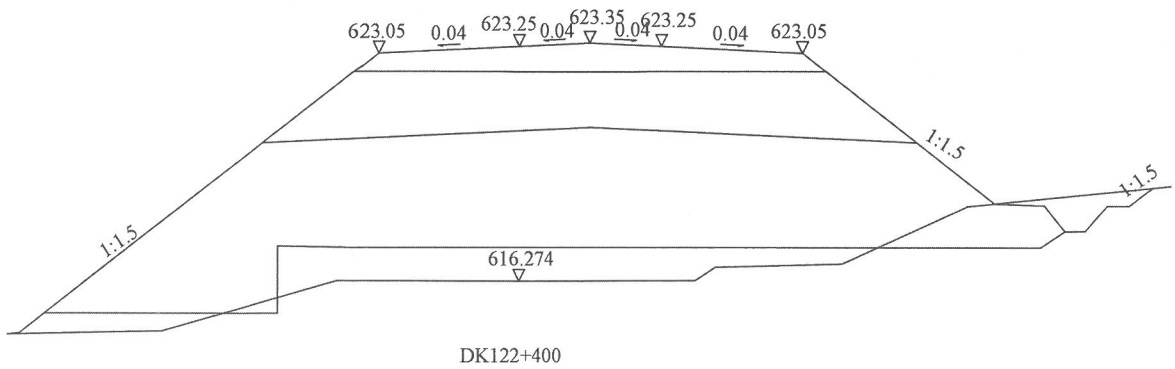

图5 实测断面线与设计断面的嵌套截图
(5)在打开的设计断面图中,将“2016.12收方线”图层设置为当前图层,点击启用宏,现行 CAD 中的宏就会根据“里程文件.xlsx”中的数据按照设计断面在建立好的坐标系中生成断面线(图5)。